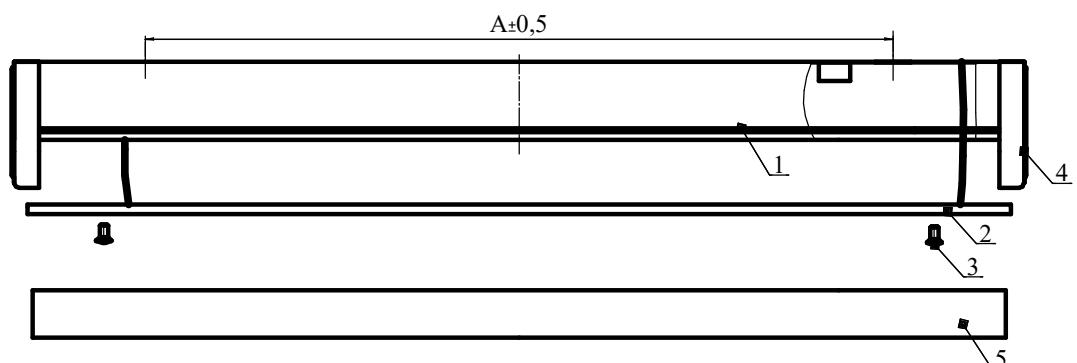

Рисунок 3
6.2 Снимите рассеиватель поз.5 рисунок 3.
6.3 Отверните винты поз.3 и снимите панель в сборе поз. 2 (панель останется закрепленной на хомутах к корпусу) (Рис.3)